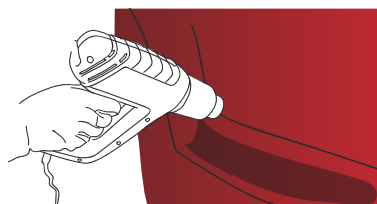

Figure 11
- › Le travail étant terminé, réchauffer toutes les parties creuses qui ont subi une forte déformation à 80-90 °C pour thermoformer le produit définitivement (FIG. 11).